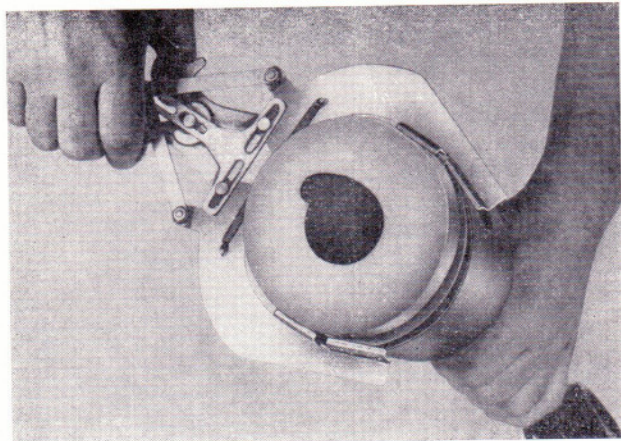

Bild 93
- Festgebrannte Kolbenringe vorsichtig lösen und mit einer Kolbenringzange abnehmen (Bild 93).